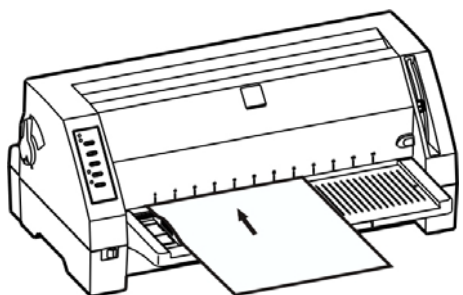

图 3-5 安装单页纸
6. 将打印纸（打印面朝上）紧贴导纸器边沿，如图 3-5 所示，平稳地推入打印机，直至遇到阻力为止。